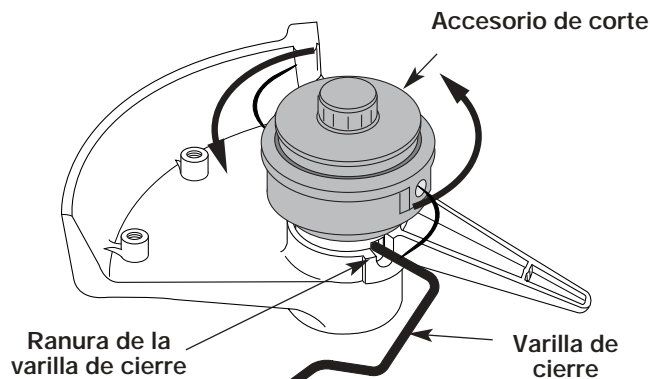

Fig. 10
3. Mientras sostiene la varilla de cierre, saque el accesorio de corte girando en sentido antihorario hacia fuera del eje de salida (Fig. 10). Guarde el accesorio de corte para su uso futuro.